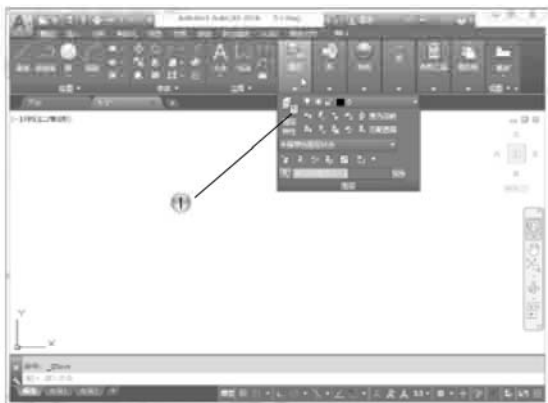

图 5-69
- ① 单击【默认】选项卡【图层】面板中的【图层特性】按钮, 如图 5-69 所示。